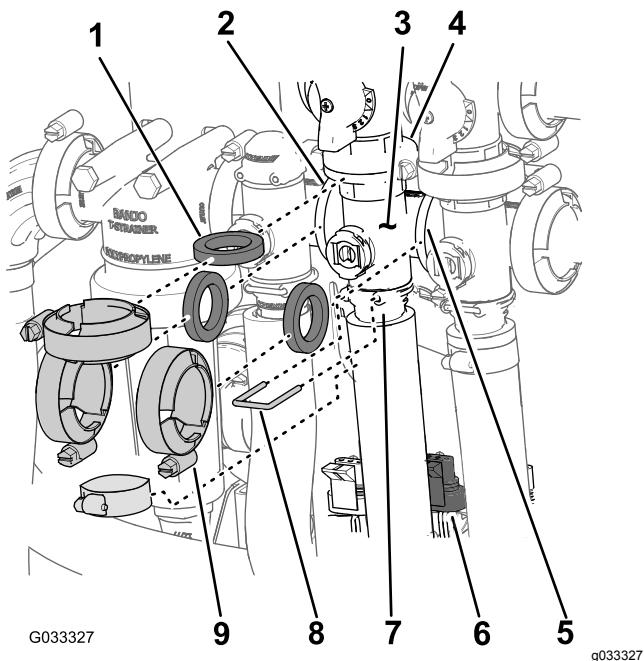

Figure 64
1. Déposez les colliers et les joints qui fixent le collecteur de la vanne d'agitation (Figure 64) à la vanne de dérivation d'agitation, au régulateur de débit, à la vanne maîtresse des sections et au raccord adaptateur (régulateur de pression d'agitation).
2. Retirez l'étrier qui fixe le raccord de sortie au collecteur de la vanne d'agitation (Figure 64).